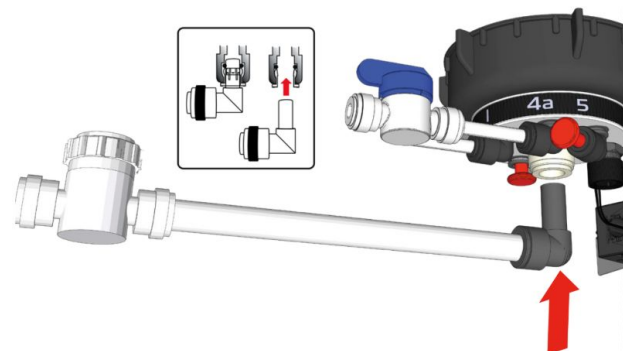

Fig. 4
2. COUPEZ une extrémité carrée nette sur un tube semi-rigide de 15 mm de diamètre extérieur, suffisamment long pour atteindre la sortie à haut débit du réservoir (Fig. 4) OU utilisez une tige lisse Speedfit X WFLX51.